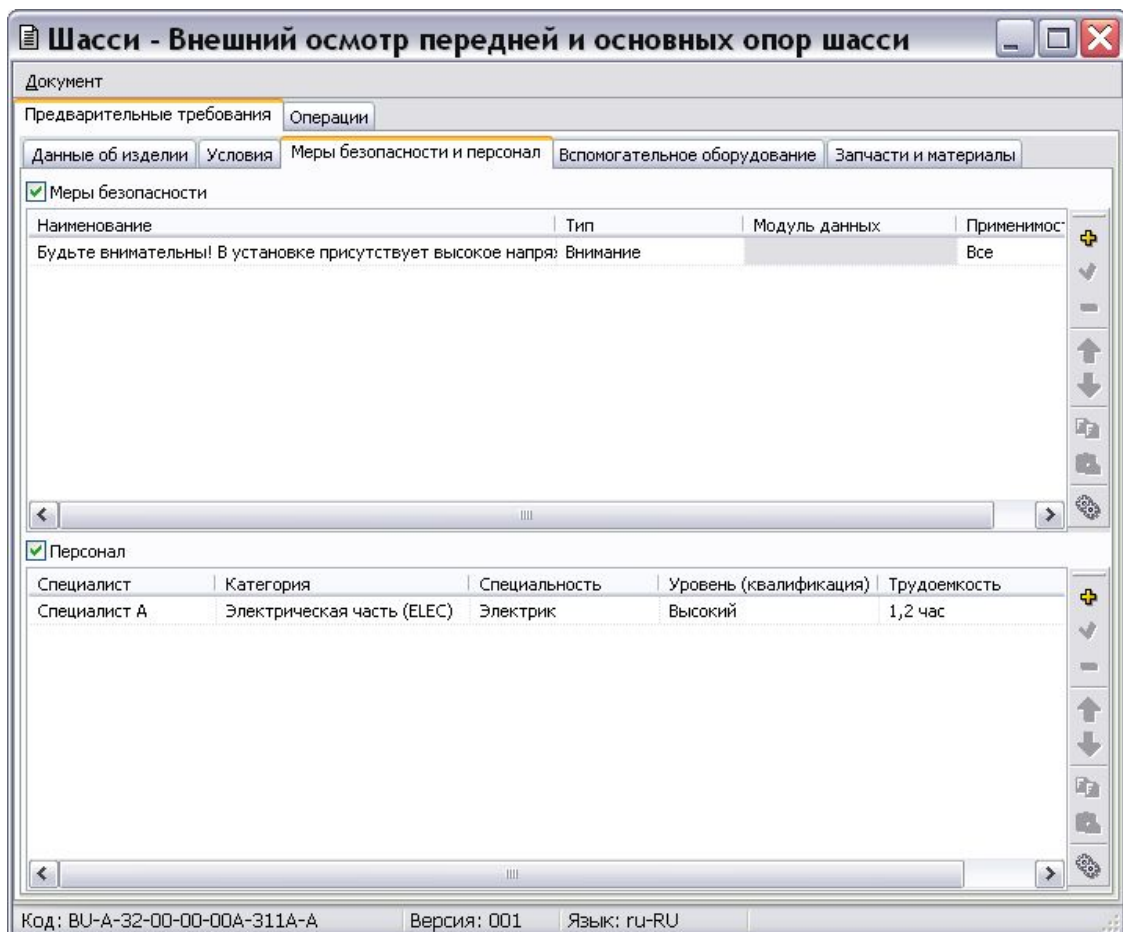

Рис. 5.43
7. Нажмите на кнопку **Применить**. Введенные данные отобразятся на вкладке **Меры безопасности и персонал** (Рис. 5.43).